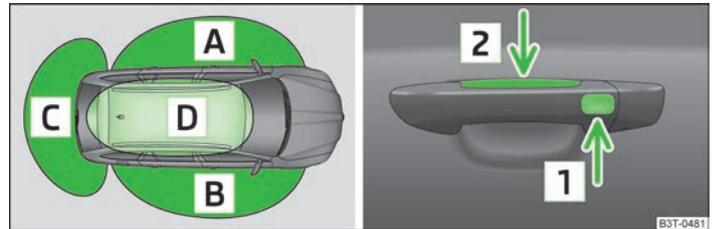

Abb. 13 KESSY: Bezeichnung der Bereiche und Ent- / Verriegeln des Fahrzeugs
- › Den Türgriff der vorderen Tür fassen oder den Sensor **2** » Abb. 13 mit der ganzen Handfläche bedecken.
- › Den Sensor **1** » Abb. 13 mit den Fingern berühren.
- › Den Sensor **1** » Abb. 13 zweimal innerhalb von 2 Sekunden mit den Fingern berühren.
Befindet sich ein gültiger Funkschlüssel im Bereich **A** » Abb. 13 oder **B** am Fahrzeug, ist es möglich, das Fahrzeug mittels der jeweiligen Tür im Bereich, in dem sich der Schlüssel befindet, zu entriegeln. Im Bereich **A** kann das Fahrzeug am Griff der vorderen linken Tür entriegelt werden, im Bereich **C** kann die Gepäckraumklappe entriegelt werden.
Nach dem Verriegeln des Fahrzeugs mithilfe des Sensors **[1]** » **Abb. 13** ist es 2 Sekunden lang nicht möglich, das Fahrzeug mithilfe des Sensors **[2]** zu entriegeln. Durch Ziehen am Griff prüfen, ob das Fahrzeug verriegelt ist.
- Beim Ent-/Verriegeln des Fahrzeugs mithilfe der Sensoren **[1]** » **Abb. 13** oder **[2]** keine Handschuhe oder andere Gegenstände verwenden, die einen direkten Kontakt der Hand und des Sensors verhindern könnten.
Wenn nach Verriegeln und Schließen aller Türen inklusive Gepäckraumklappe der Schlüssel, mit dem das Fahrzeug verriegelt wurde, im Fahrzeug im Bereich **[D]** » **Abb. 13** auf Seite 32 bleibt, aktiviert sich der Schutz gegen ungewolltes Einsperren des Schlüssels im Fahrzeug und es entriegelt wieder.
Wenn das Fahrzeug innerhalb von 60 bzw. 90 Stunden nicht entriegelt wird, werden die Sensoren **[1]** » **Abb. 13** auf Seite 32 und **[2]** im Griff der Beifahrertür automatisch deaktiviert.
► Die Fahrertür mithilfe des Sensors **[2]** » **Abb. 13** auf Seite 32 entriegeln.